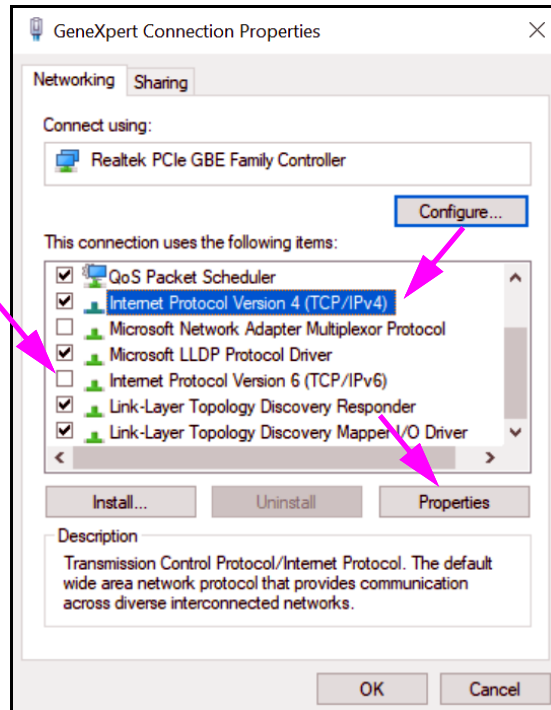

Figura 2-48. Schermata GeneXpert Connection Properties (Proprietà connessione GeneXpert)
7. Selezionare **Properties (Proprietà)** dal menu a discesa. Viene visualizzata la schermata mostrata nella Figura 2-48.
8. Nella schermata GeneXpert Connection Properties (Proprietà connessione GeneXpert) (mostrata nella Figura 2-48), deselezionare la casella a fianco di **Internet Protocol Version 6 (TCP/IPv6)** [Protocollo Internet versione 6 (TCP/IPv6)]. Evidenziare **Internet Protocol Version 4 (TCP/IPv4)** [Protocollo Internet versione 4 (TCP/IPv4)] e fare clic su **Properties (Proprietà)**. Viene visualizzata la schermata Internet Protocol Version 4 (TCP/IPv4) Properties [Proprietà protocollo Internet versione 4 (TCP/IPv4)].